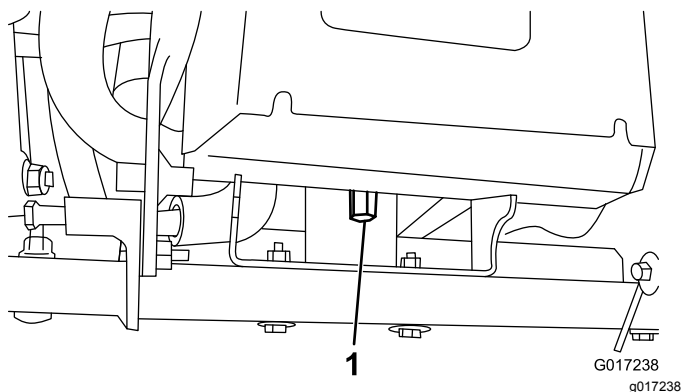

Рисунок 11
4. Отверните высокую гайку, которая крепит заднюю часть основания аккумулятора к раме машины (Рисунок 11).